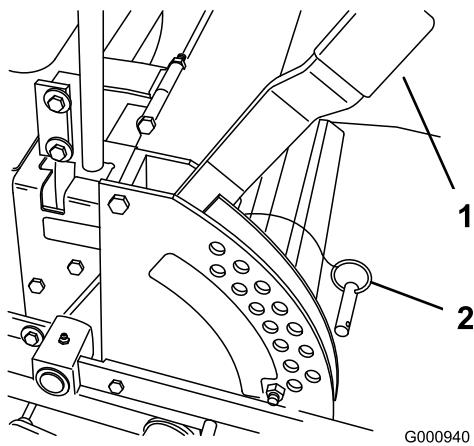

Figura 18
- Alzate la leva dell'altezza di taglio in posizione di trasporto (anche la posizione di 127 mm dell'altezza di taglio) (Figura 18).
- Per regolare, spostate il perno con testa dalla staffa dell'altezza di taglio (Figura 18).
- Nella staffa dell'altezza di taglio scegliete un foro corrispondente all'altezza di taglio richiesta, ed inserite il perno con testa (Figura 18).